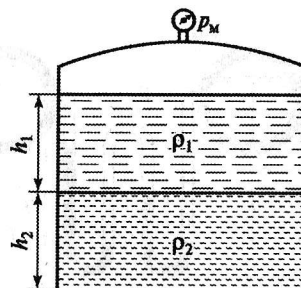

Рис. 2.10
**Задача 2.11.** Сосуд содержит две несмешивающиеся жидкости с плотностями  $\rho_1$  и  $\rho_2$  (рис. 2.10). Давление над свободной поверхностью измеряется манометром. Определить избыточное давление на основание сосуда, если  $p_m = 102 \text{ Н/м}^2$ ;  $\rho_1 = 890 \text{ кг/м}^3$ ;  $\rho_2 = 1280 \text{ кг/м}^3$ ;  $h_1 = 2,1 \text{ м}$ ;  $h_2 = 2,9 \text{ м}$ ;  $g = 10 \text{ м/с}^2$ .